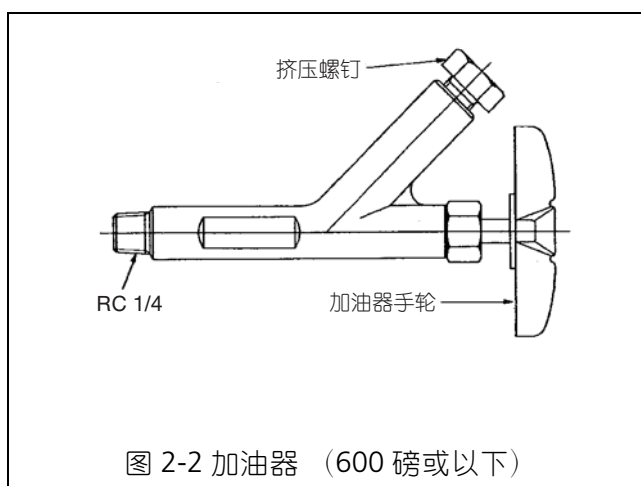

图 2-2 加油器 (600 磅或以下)
(4) 如果阀门附带如图 2-2 所示的加油器，请检查阀盖部分是否已被润滑。若要进行润滑，请松开加油器手轮然后转动挤压螺钉。如果挤压螺钉很容易转动，请按照以下提到的润滑步骤加入润滑脂。（如果挤压螺钉转动起来很重，则说明已经加入了润滑脂。）